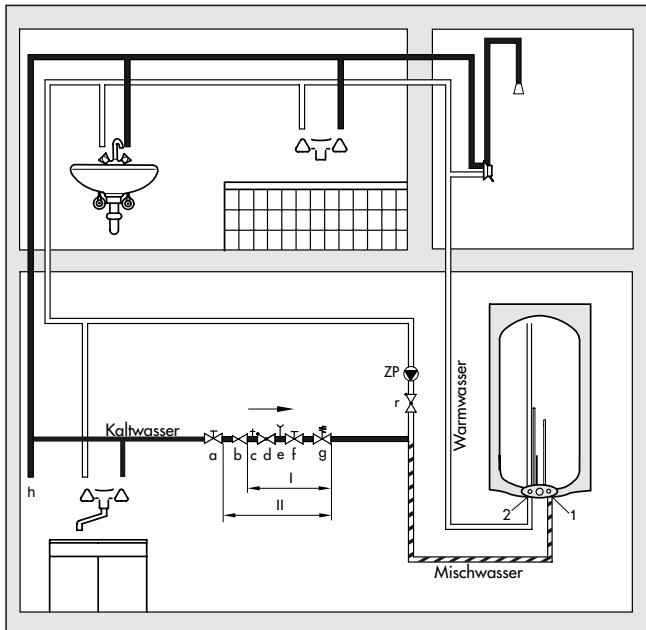

Abb. 4.5 Installationsbeispiel mit Warmwasserzirkulationsleitung
Bei geschlossenem System (druckfeste Installation) muß das Sicherheitsventil (q, Abb. 4.5) regelmäßig betätigt werden, um Festsitzen durch Kalkablagerungen vorzubeugen.
Wie in Abbildung 4.5 gezeigt, werden vom Warmwasseranschluss (2) die Zapfstellen mit einem isolierten Kupferrohr ringförmig so verbunden, dass die letzte Zapfstelle wieder in der Nähe des Elektro-Warmwasserspeichers liegt. Hinter dieser Zapfstelle ist eine Zirkulationspumpe (ZP) anzuschließen. Diese wird über einen Rückflussverhinderer (r) mit einem T-Stück zum Kaltwasseranschluss (1) verbunden.